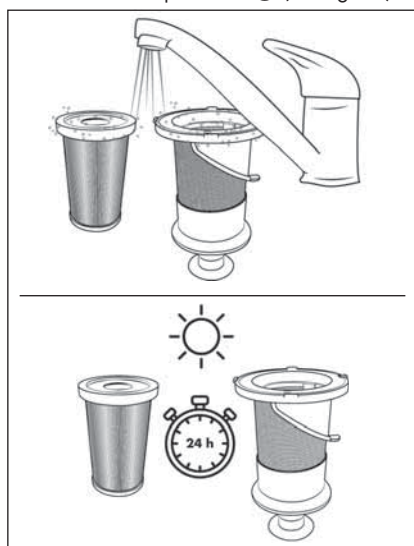

Fig. 22
- 5) Rincez le filtre EPA ⑤ et le filtre en acier inoxydable ⑥ sous l'eau froide ou tiède. Laissez le filtre EPA ⑤ et le filtre en acier inoxydable ⑥ sécher complètement à l'air avant de les replacer dans le bac à poussière ⑦ (voir fig. 22).